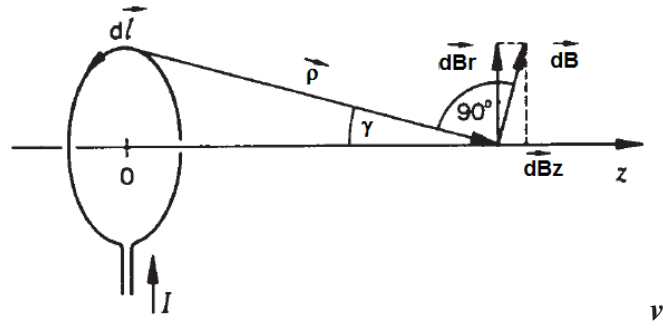

Figure. 11 : Dessin pour le calcul du champ magnétique le long de l'axe d'une spire circulaire
- Pour l'application de (2) à la présente expérience, les contraintes expérimentales suivantes doivent être considérées:
- 1. La géométrie de l'expérience, comme le montre la Fig. 11.
- 2. L'élément du courant $I \cdot d\vec{r}_Q = dQ \cdot \vec{v}$ crée au point \vec{r}_Q , le champ élémentaire $d\vec{B}$ perpendiculaire à \vec{p} du module : $dB = \frac{\mu_0 I \cdot dl}{4\pi \rho^2} \sin \frac{\pi}{2}$ (Fig. 11)
- Si n spires identiques sont rapprochées la densité de flux magnétique est obtenue en multipliant l'équation (6) par le nombre de tours n (voir figure 11).
- En résumé l'élément de courant $I d\vec{l}$ placé en P crée en M le champ magnétique $d\vec{B}$, perpendiculaire à PM (Fig. 11-a): $\vec{B} = \frac{\mu_0 I}{2} \frac{R^2}{(z^2 + R^2)^{3/2}} \cdot \vec{z}$